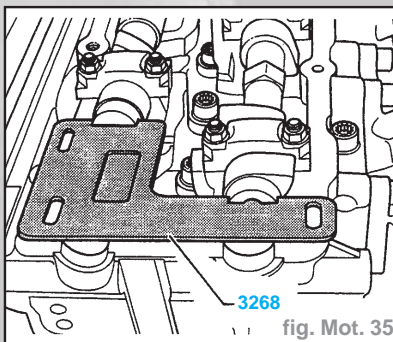

fig. Mot. 35
- La règle pour arbres à cames **3268** doit pouvoir être engagée dans la rainure de l'arbre à cames longue et arriver à ras de l'épaule de l'arbre à cames court (fig Mot. 35).